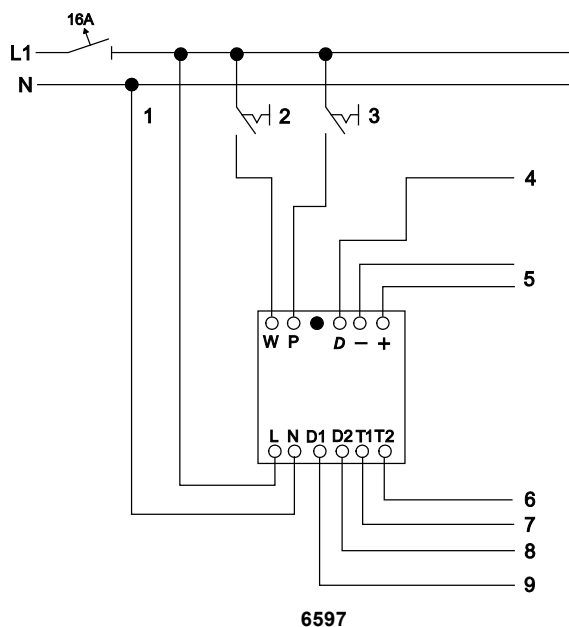

Рис. 1: Блок управления 6597
- Для активации режима приглушенного освещения используйте внешний переключатель (Рис. 1, 3). При замыкании выключателя приглушенного освещения освещение включается на предварительно заданном уровне яркости. Значение яркости зависит от настройки кодирующего переключателя. Все остальные режимы работы блокируются.
- Для активации режима группового управления используйте внешний переключатель (Рис. 1, 2).